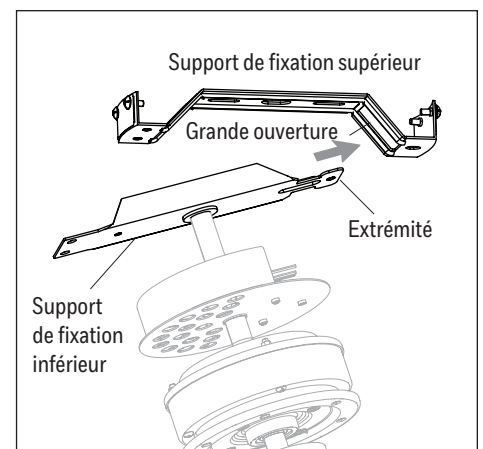

Figure 2.3
3. Insérez l'extrémité du support inférieur dans la grande ouverture du support de fixation supérieur (Figure 2.3).